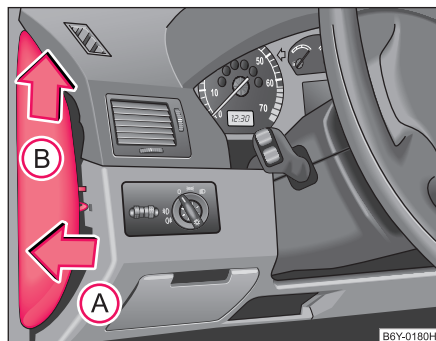

Fig. 151 Lado izquierdo del cuadro de instrumentos: Cubierta de fusibles
- Aplique el destornillador debajo de la cubierta de fusibles (en el recorte de la cubierta), apalánquela con cuidado en el sentido de la flecha **(A)** y sáquela en sentido contrario al de la flecha **(B)** ⇒ fig. 151.